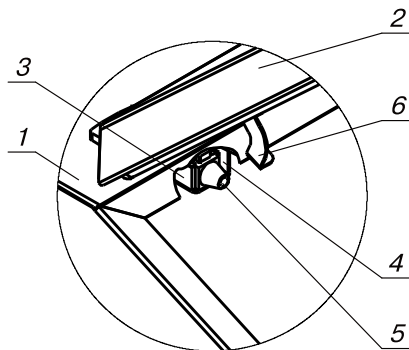

Рис.11 Установка датчика крышки бункера
6.10.6. Установите датчик крышки бункера (поз.3) Рис.11, на кронштейн (поз.4), находящийся на верхней стенке бункера (поз.1), используя винты и шайбы М5, (см. комплект поставки № п/п 4, 7, 8). Кнопка (поз.5) должна быть обращена к планке (поз.6), расположенной на крышке бункера (поз.2). Отрегулируйте положение датчика таким образом, чтобы при закрытии крышки бункера был слышен щелчок от нажатия планки на кнопку.